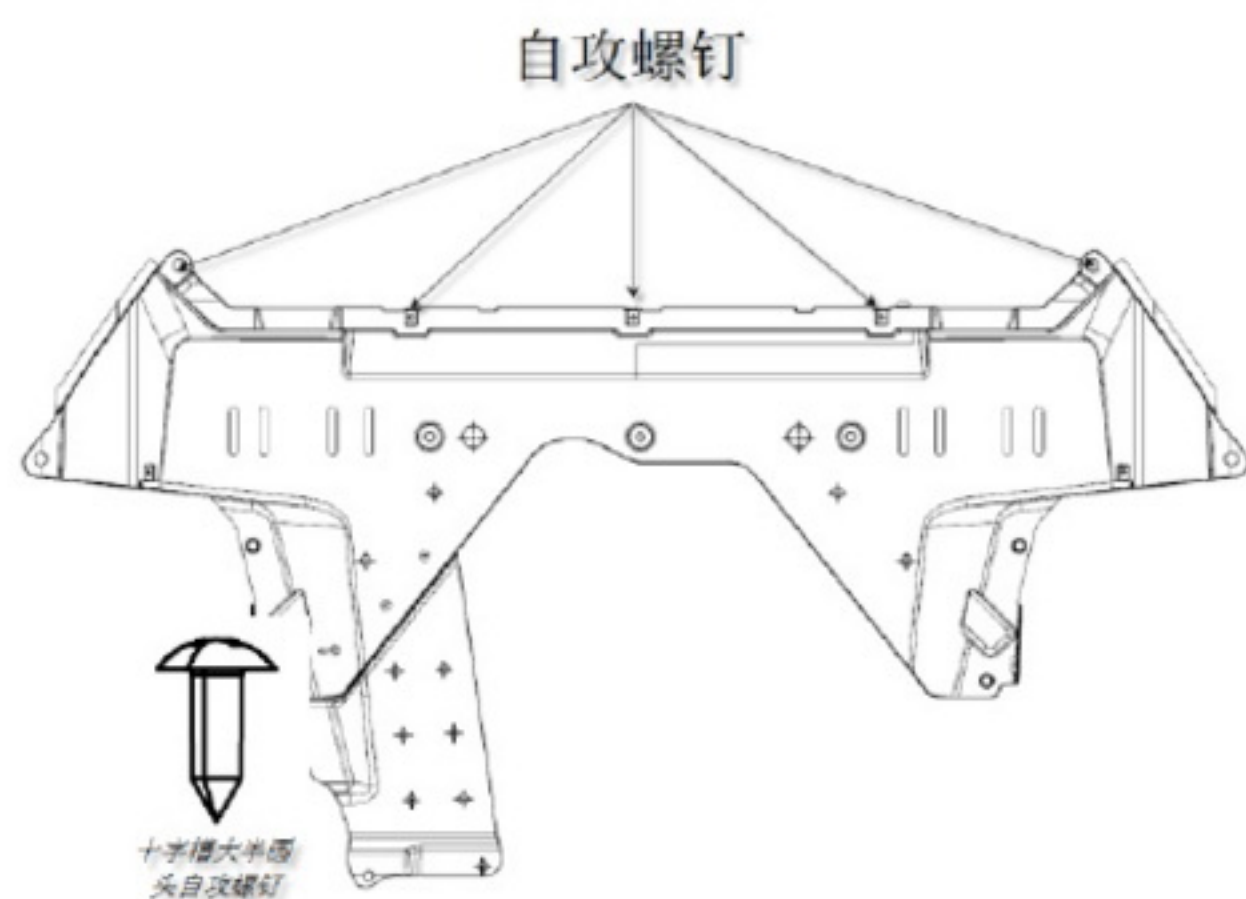

图 2-16
- (1) 用十字螺丝刀，拆除发动机挡泥板与前保险杠下护板连接的 5 个螺钉，如图 2-16 所示；